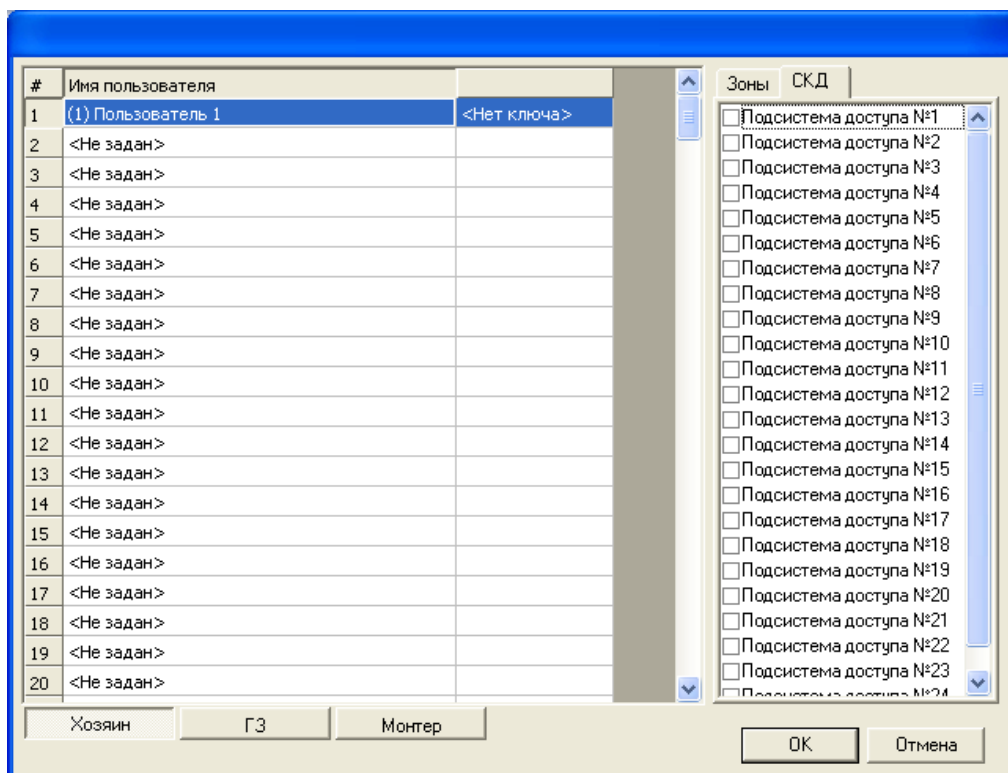

Рис. 3.3—11 Выбор подсистем доступа
- 4.3 На вкладке **СКД** выбрать необходимые подсистемы доступа (см. Рис. 3.3—11).
- Для сохранения ключей пользователей и возврата на панель настроек объекта **Контроллер** необходимо нажать кнопку **OK** (см. Рис. 3.3—10, 3).
Примечание. Для возврата на панель настроек объекта **Контроллер** без сохранения изменений необходимо нажать кнопку **Отмена** (см. Рис. 3.3—10, 4).